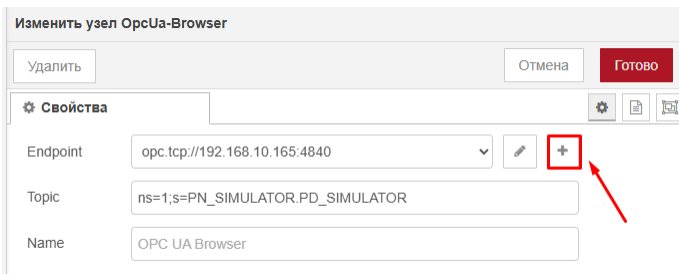

Рис. 3.30. Окно настроек узла OPC UA Browser
3. Дважды кликните мышкой по узлу OPC UA Browser, чтобы открыть окно настроек (см. рис. 3.30).